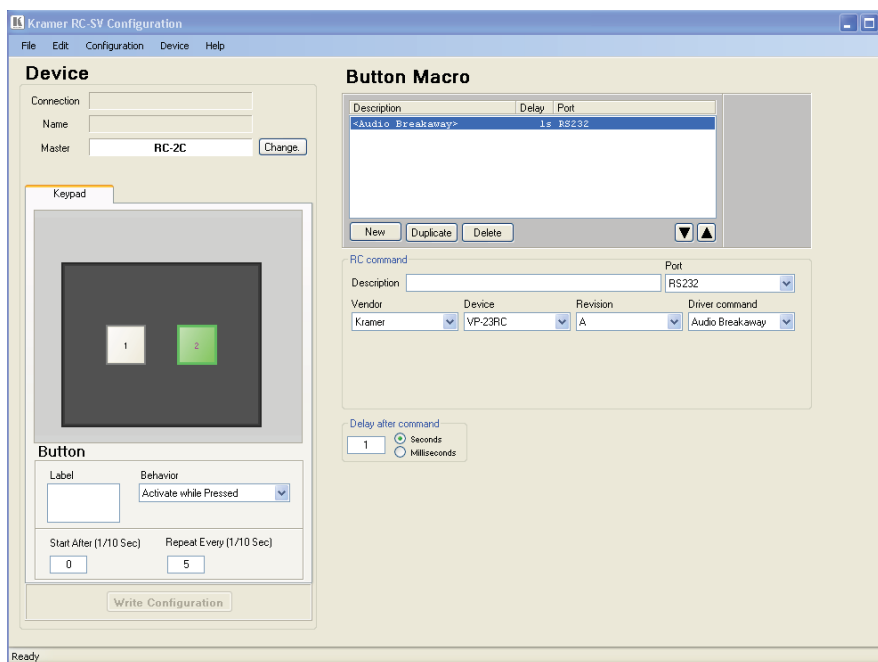

Рис. 6. Окно RC-SV Configuration для RC-2C
2. Откройте программу настройки. Появится главное окно настройки RC-SV Configuration (см. рис. 6).